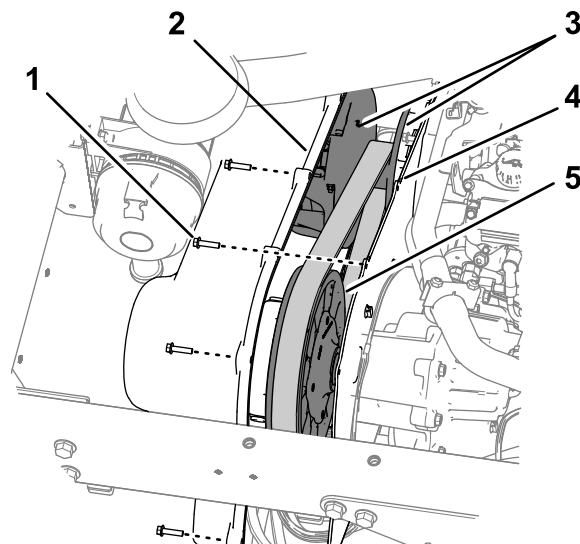

Bild 74
- Entfernen Sie die neun Kopfschrauben (1/4" x 1"), mit denen die Getriebeabdeckung an der Befestigungsplatte des Getriebes befestigt ist (Bild 74).
- Fluchten Sie die Löcher in der Getriebeabdeckung mit den Löchern in der Befestigungsplatte aus (Bild 74).
- Befestigen Sie die Abdeckung mit den neun in Schritt 1 entfernten Kopfschrauben (1/4" x 1") an der Befestigungsplatte (Bild 74) und ziehen Sie die Schrauben bis auf 10,2 - 12,4 Nm an.